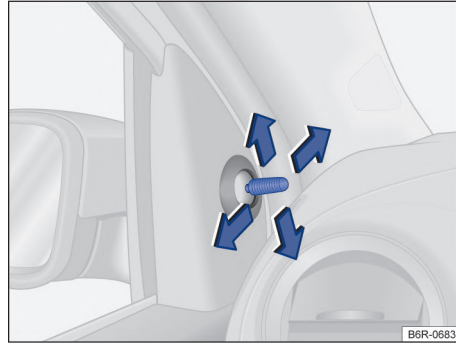

Fig. 78 En las puertas delanteras: mando de ajuste de los espejos retrovisores exteriores mecánicos.
- Mover el botón de ajuste en el revestimiento de las puertas delanteras → fig. 78.